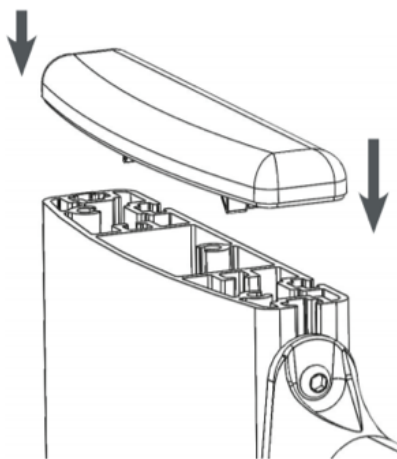

Figura 7 – Posicionamento da tampa de extrusão
2. Insira as tampas da extrusão na parte superior dos trilhos de extrusão, pressionando-as para encaixar. Consulte a Figura 7 abaixo.